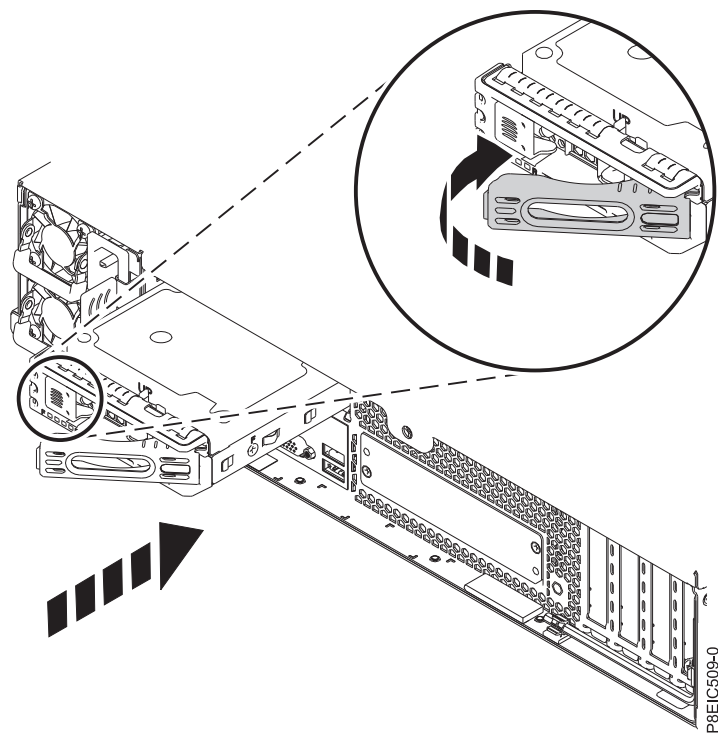

図 18. 背面ドライブ・トレイのハンドルのロック
6. ドライブ・トレイの底面を持って、ドライブの位置を合わせます。ドライブ・トレイをスライドさせて、システムの奥まで差し込みます。ハンドルが閉じ始めるまでドライブ・トレイを押し込んでから、ハンドルをロックするまで押し込みます (20 ページの図 18 を参照)。